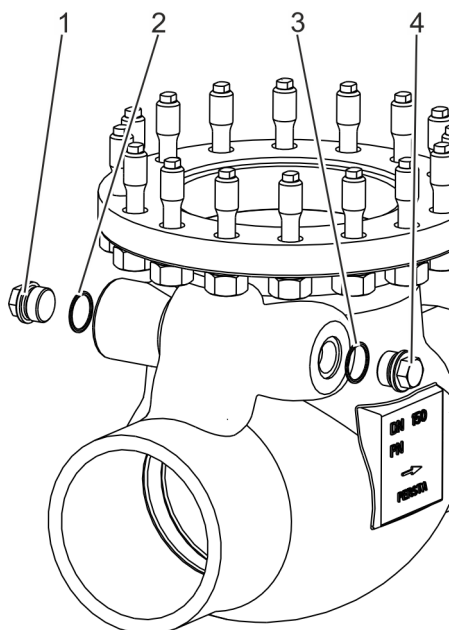

Fig. 28: Soltar los tornillos de bloqueo
6. ➔ Soltar y retirar los tornillos de bloqueo (Fig. 28/1 y 4) a ambos lados del cuerpo.
7. ➔ Retirar los elementos sellantes (Fig. 28/2 y 3) de las ranuras ubicadas en el cuerpo.